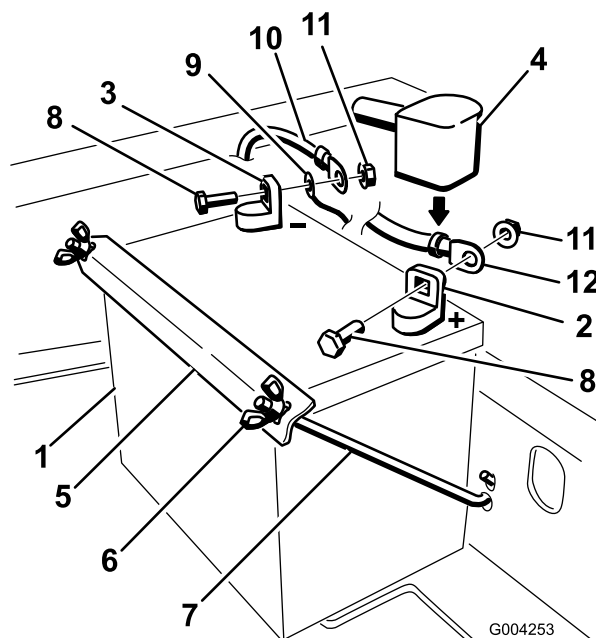

Figure 36
4. Commencez par débrancher le câble négatif et le câble de masse de la borne négative (-) de la batterie (Figure 36).
5. Ôtez le capuchon rouge de la borne positive (rouge) de la batterie. Débranchez ensuite le câble positif (rouge) de la batterie (Figure 36).
6. Retirez les deux écrous à oreilles (1/4 pouce) de fixation de la barrette de maintien de la batterie (Figure 36).
1. Placez la batterie dans son support en tournant les bornes vers le moteur (Figure 36).
4. Fixez les câbles avec 2 boulons (1/4 x 3/4 po), 2 rondelles (1/4 pouce) et 2 contre-écrous (1/4 pouce) (Figure 36).
6. Fixez la batterie en position avec des boulons en J, une barrette de maintien et 2 rondelles (1/4 pouce), ainsi que 2 écrous à oreilles ((1/4 pouce)) (Figure 36).